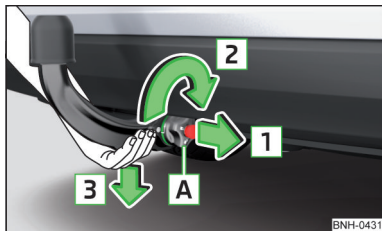

Abb. 223
- Die Kugelstange **von unten** fassen » Abb. 223.